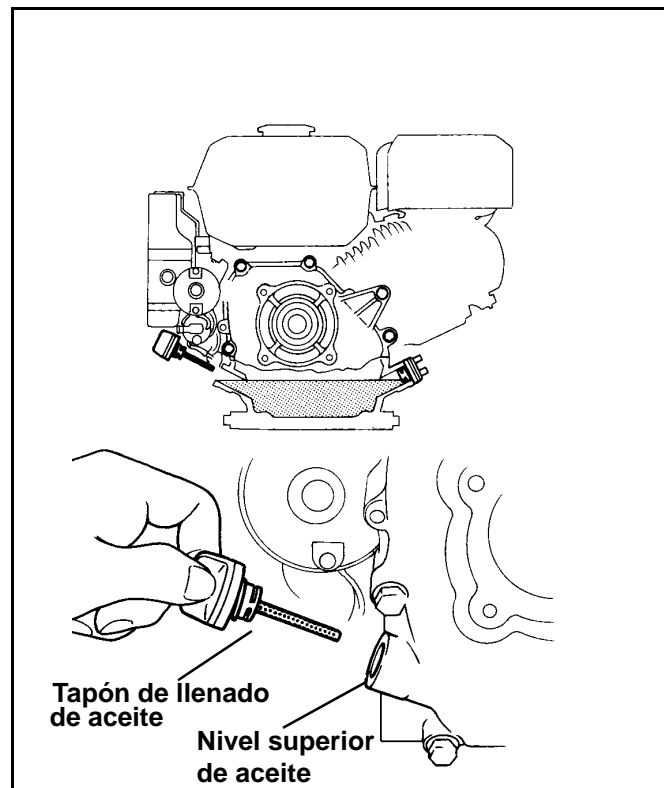

Figura 11A
6. Añada aceite de motor hasta que el nivel de aceite esté al nivel máximo. **Ver Figura 11A.**